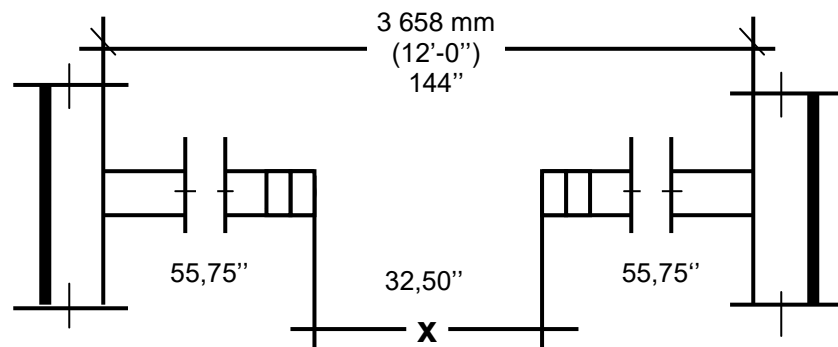

FIGURE E-13
2. D'après la figure E-13, la dimension « X » dans la cloison pour l'ouverture d'une porte de 762 mm (30 po) doit être de?
3. Pour construire la cloison intérieure de la figure E-13, dont les montants sont espacés de 400 mm (16 po), centre à centre, combien de montant, pleine longueur, sont requis?